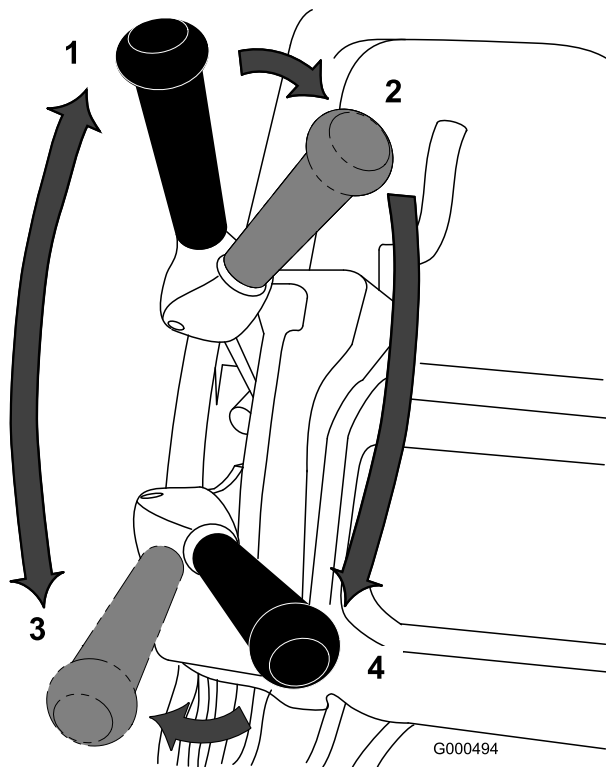

Bild 20
1. Starten Sie den Motor, stellen Sie den Gasbedienungshebel auf verringerte Geschwindigkeit, drücken Sie den Griff nach unten, um das Mähwerk anzuheben, schieben Sie den Fahrtriebshebel in die Stellung Aktiviert und transportieren Sie den Rasenmäher an eine Ecke der Rasenfläche (Bild 20).
2. Schieben Sie den Fahrtriebshebel auf die Stellung „Deaktiviert“ und kuppeln Sie den Spindelantriebshebel ein (Bild 20).
- Schieben Sie den Fahrantriebshebel in die Stellung „Aktiviert“, geben Sie soviel Gas, bis der Rasenmäher die gewünschte Geschwindigkeit erreicht hat. Fahren Sie den Rasenmäher auf die Rasenfläche, lassen Sie den Rasenmäher vorne ab und starten Sie mit dem Mähen (Bild 20).